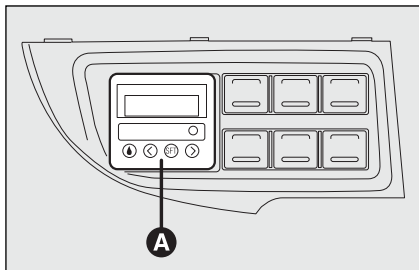

fig. 54
- een digitale timer **A-fig. 54** voor het handmatig inschakelen van de verwarming of om het inschakeltijdstip te programmeren.